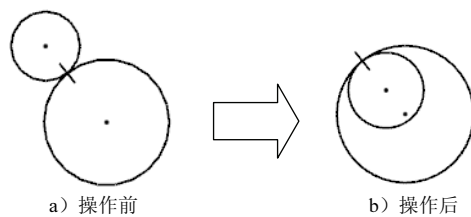

图 5.9.3 备选解操作实例
下面用一个具体的实例说明“备选解”的操作。如图 5.9.3 所示，绘制的是两个相切的圆。我们知道两圆相切有“外切”和“内切”两种情况。如果不要图 5.9.3a 中所示的“外切”的图形，可以通过“备选解”操作，把它们转换为“内切”的形式，具体步骤如下：
- Step 4** 定义对象。分别选取图 5.9.3 所示的任意一个圆，则实现“备选解”操作，如图 5.9.3b 所示。